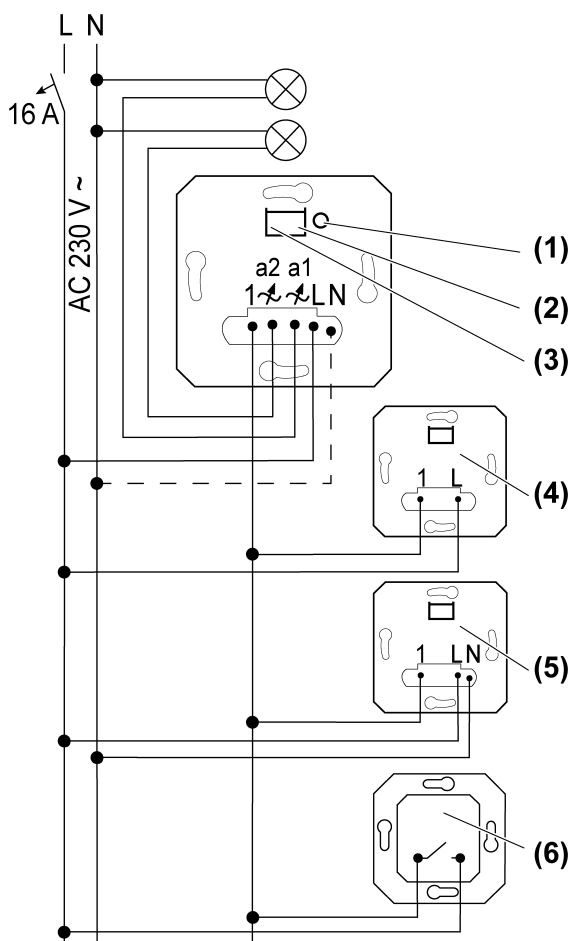

Figura 1: Schema di collegamento con regolatori esterni opzionali
- Premere il tasto **Modalità di regolazione luminosità** (1) per oltre 4 secondi, fino a che non si accendono i LED (2) e (3) (Figura 1).